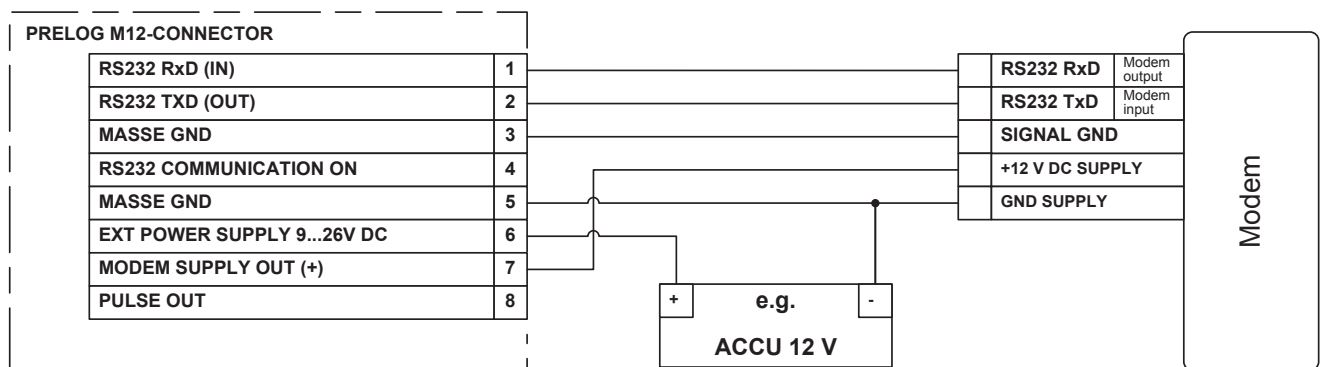

Abb. 09
Soll der PreLOG nur aktiv über ein an die RS232-Schnittstelle angeschlossenes Modem (z. B. vom GPRS-Solar-Set) per GPRS Daten übertragen, darf der Steuer-PIN „**RS232 Communication ON**“ (4) nicht mit der „**Masse GND**“ verbunden werden. In diesem Modus kann der PreLOG nicht von außen über die RS232-Schnittstelle kontaktiert werden. (In Abb. 09 ist der Solarladeregler des GPRS-Solar-Set nicht dargestellt!)